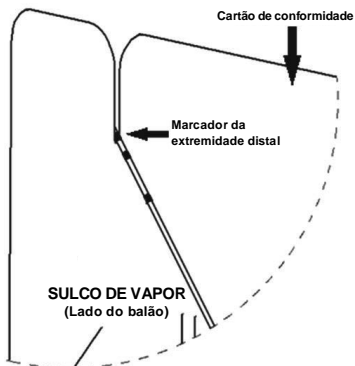

Figura 2 Configuração reta
- Coloque a faixa de marcação da extremidade distal na parte inferior e dentro do sulco de vapor. (consulte a Figura 2)